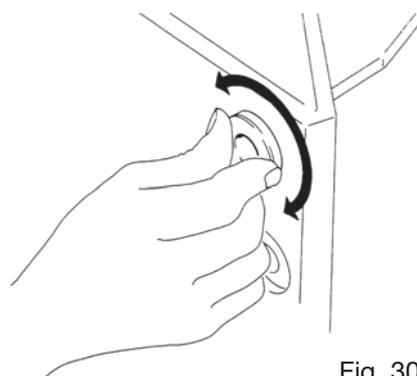

Fig. 30
- Inserire le boccole negli alloggiamenti delle travi delle teste o delle travi del ponte con movimenti rotatori (figure 30).